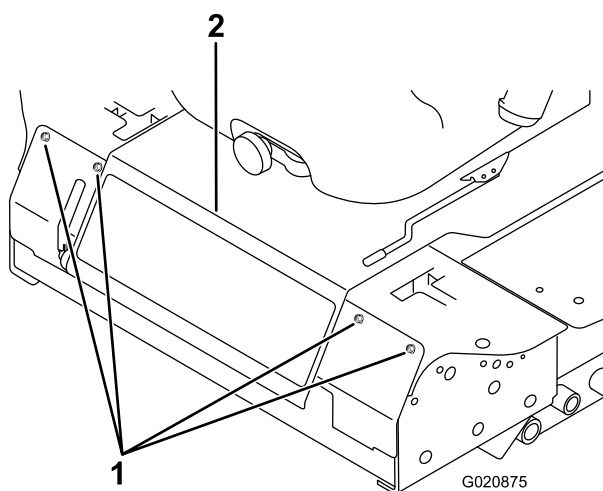

Figure 56
2. Retirez les boulons de fixation du panneau avant et déposez le panneau (Figure 56).